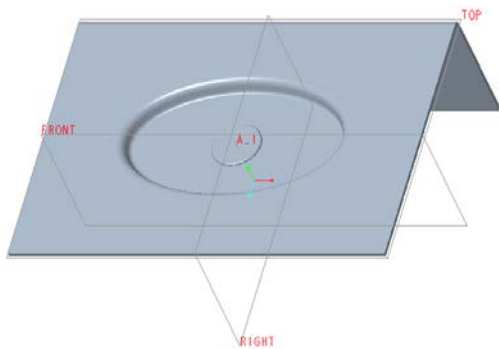

图 2-58 创建穿孔的完成效果
(6) 在 “草绘成型” 选项卡中单击 (完成) 按钮, 完成创建的穿孔效果如图 2-58 所示。